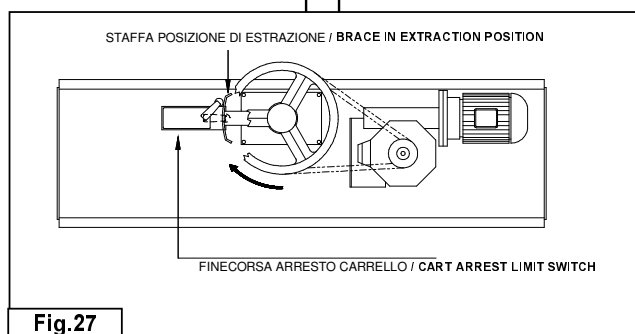

Fig.27
-Verificare, ed eventualmente correggere attraverso l'apposita staffa fissata al sistema di traino (**Fig.27**), l'arresto del carrello in posizione di sgancio-estrazione. (SOLO PER FORNI CON SOLLEVAMENTO AUTOMATICO)
Check the cart arrest in the unhooking and unloading position and correct it if necessary using the brace secured to the movement system (**Fig. 27**) (ONLY FOR (OVENS WITH AUTOMATIC HOISTING)